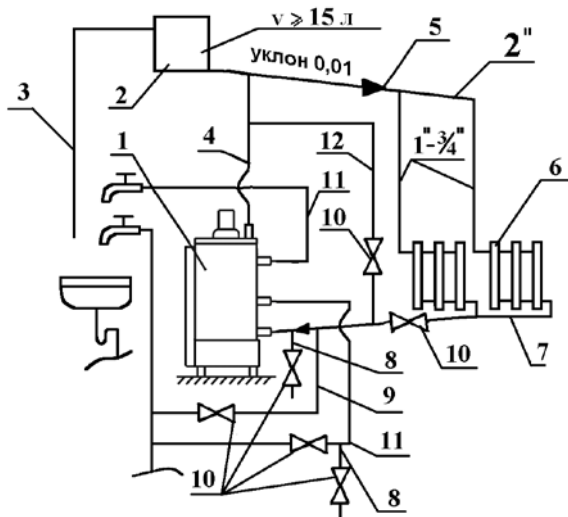

Рис.6 Схема системы отопления и горячего водоснабжения.
6.13. Заполните систему отопления водой. Контроль заполнения системы отопления осуществляется по трубе сигнальной 3 (Рис.6). Категорически запрещается установка запорной арматуры на стояке, идущем от аппарата. В целях исключения нарушения прочности и плотности аппарата при заполнении и подпитке системы отопления не допускать превышения давления перед аппаратом более 150 кПа ($1,5 \text{ кг/см}^2$).
6.22. При длительном отборе горячей воды рекомендуем: для повышения температуры и объема горячей воды предварительно установить ручку управления 1 (Рис.2) на температуру 80 °С ÷ 85 °С и закрыть вентиль 10 (Рис.6) на магистрали обратной воды 7 в системе отопления. После окончания забора горячей воды открыть вентиль 10 (Рис.6) на магистрали обратной воды 7 для восстановления циркуляции воды в системе отопления и установить ручку управления 1 (Рис.2) на требуемую температуру.
6.23. На летний период закрыть вентиль 10 (Рис. 6) на магистрали обратной воды 7 и открыть вентиль 10 на магистрали 12. На осенне-зимний период вентиль 10 на магистрали 12 закрыть, а вентиль 10 на магистрали 7 открыть.
8.4. В случае прекращения работы аппарата в зимнее время на продолжительный срок (свыше суток) полностью слейте воду из системы отопления и системы горячего водоснабжения через вентили 10 сливных магистралей 8 (Рис.6) во избежание ее замерзания.